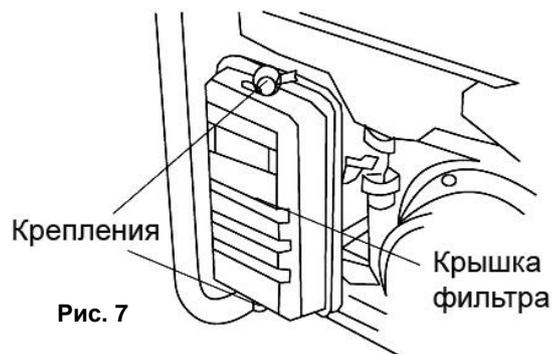

Рис. 7
- Установите фильтрующий элемент и крышку фильтра на место (См. Рис.7).